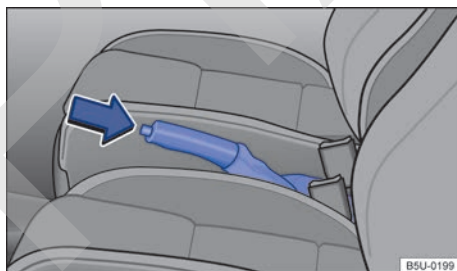

Fig. 110 Entre los asientos delanteros: palanca del freno de estacionamiento.
- Tirar de la palanca del freno de estacionamiento hacia arriba con la tecla de bloqueo presionada → fig. 110 (flecha).
- Tirar de la palanca del freno de estacionamiento un poco hacia arriba y presionar la tecla de bloqueo → fig. 110 (flecha).